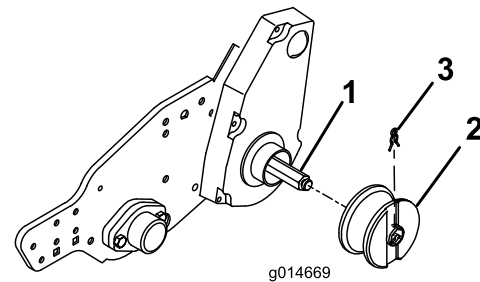

**Figura 9**
- A. Retire a cobertura do tambor do lado direito da máquina (Figura 9).
- B. Retire e deite fora o olhal de borracha do furo do eixo da cobertura do tambor (Figura 9).
- C. Coloque o vedante no lado interior da cobertura posicionando-o em redor do furo do eixo (Figura 9).